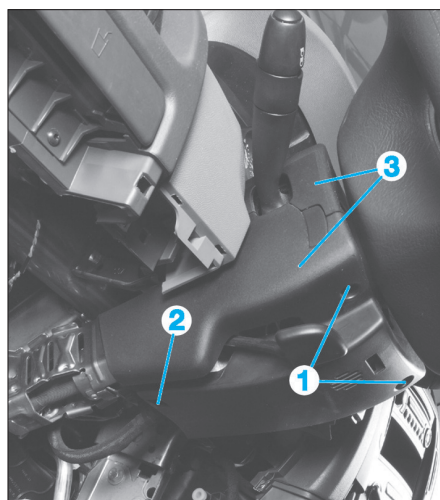

Fig. 22
- Déposer les demi-coquilles (3) de colonne de direction assemblées par deux vis (1) et une agrafe (2) (Fig.22).